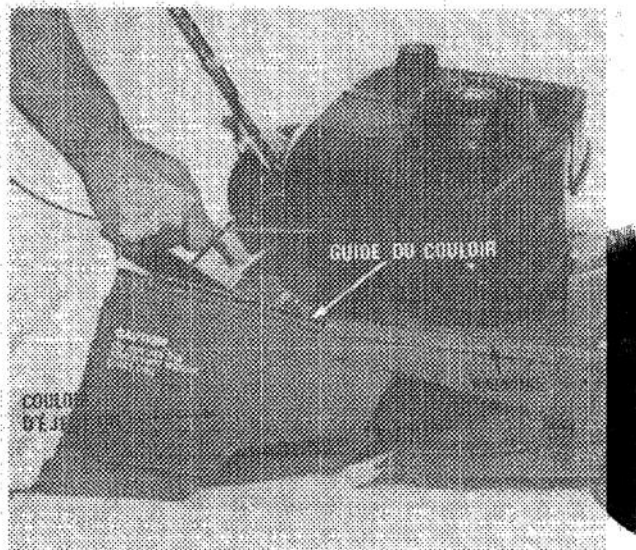

Figure 10
1. Saisissez le couloir d'éjection par la poignée et insérez les guides dans les rainures dans le déflecteur. Levez le déflecteur avec le couloir d'éjection, puis glissez le couloir complètement vers l'avant (Fig. 10). Laissez la tension à ressort du déflecteur baisser le couloir d'éjection jusqu'à ce que la patte du couloir s'engage dans la fente dans le carter de la tondeuse. N'utilisez pas votre main libre pour lever le déflecteur lorsque vous installez le couloir d'éjection, même si le moteur est arrêté, car tout contact avec la lame pourrait vous blesser.